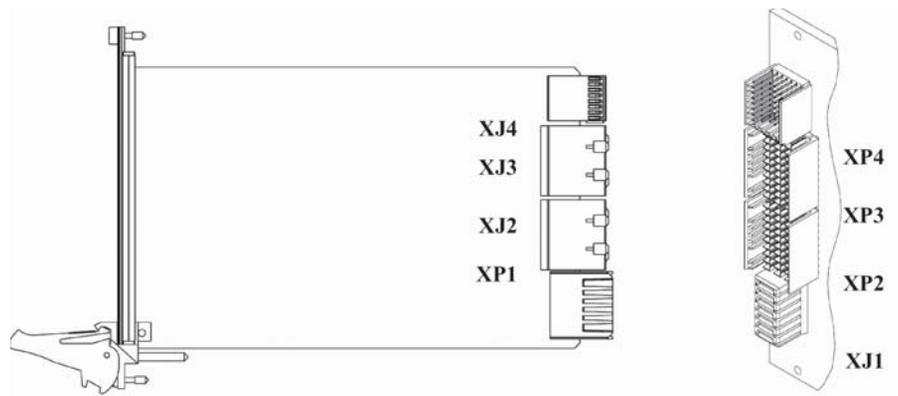

Рис. 1. Типовой модуль 3U CompactPCI Express
На рис. 1 представлен вариант типового модуля CompactPCI Express 3U и соответствующего ему фрагмента кросс-платы [1]. Отличительной особенностью модуля является использование новых типов дифференциальных разъемов и разъема питания. Подача питающих напряжений на системный слот осуществляется через 7-контактные разъемы XJ1 (XP1) типа UPM-M(F)-7 (UPM — Universal Power Module), запрессовываемые в печатную плату. Их контакты выполнены в виде плоских ламелей, что позволило снизить сопротивление и, следовательно, уменьшить падение напряжения на контактной паре и разогрев контактных пластин.
■ — разъем питания для системного слота CompactPCI Express и периферийных слотов модулей первого типа (см. рис. 1 — XJ1);